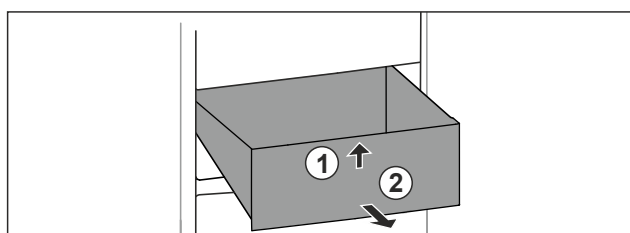

Fig. 135
- ▶ Podignite ladicu sprijeda. Fig. 135 (1)
- ▶ Izvadite ladicu prema naprijed. Fig. 135 (2)